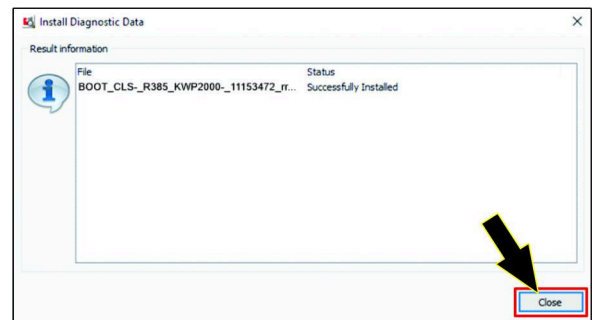

**Figure 56**
4. Cliquez sur le dossier Diagnostic data files, puis cliquez sur l'icône OUVRIR (Figure 56).